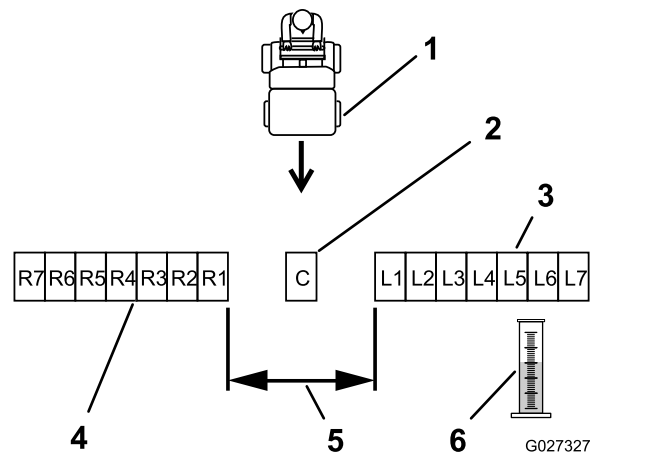
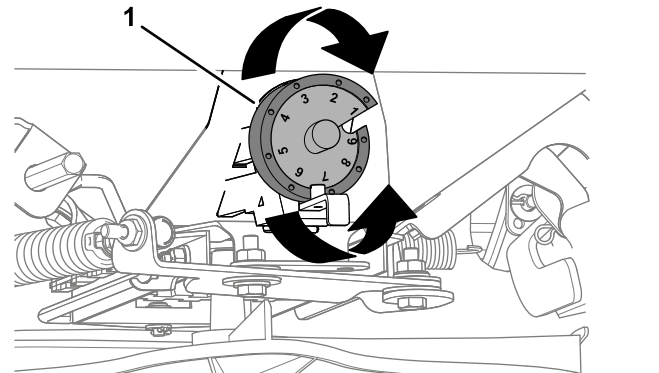

**Figura 20**
**Figura 21**
2. Coloque las bandejas restantes en línea recta, como se muestra en la Figura 20 o la Figura 21.
Coloque 6 bandejas más en cada lado, con 30 cm (12") entre ellas (Figura 20).
Coloque 6 bandejas adicionales en cada lado, sin espacio entre las bandejas (Figura 21).
6. Etiquete cada cilindro graduado según la bandeja de recogida correspondiente (por ejemplo, L2, L1, Centro, R1, R2...); consulte la Figura 20 y la Figura 21.